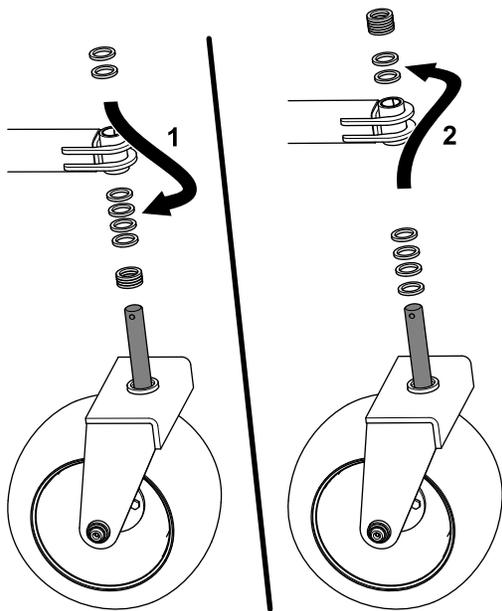

Figura 6
5. Retire los espaciadores y la rueda giratoria (Figura 6).
6. Para elevar el rodillo, instale espaciadores en la rueda giratoria. Para bajar el rodillo, retire espaciadores de la rueda giratoria (**Figura 6**).
7. Instale la rueda giratoria en el brazo de la rueda giratoria, luego instale los espaciadores restantes encima (**Figura 6**).